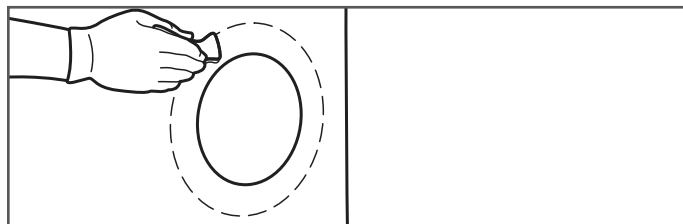

Figure 23-4
2. Poncez le contour de l'ouverture sur environ 4 cm à l'intérieur et à l'extérieur du puisard (Figure 23-4).